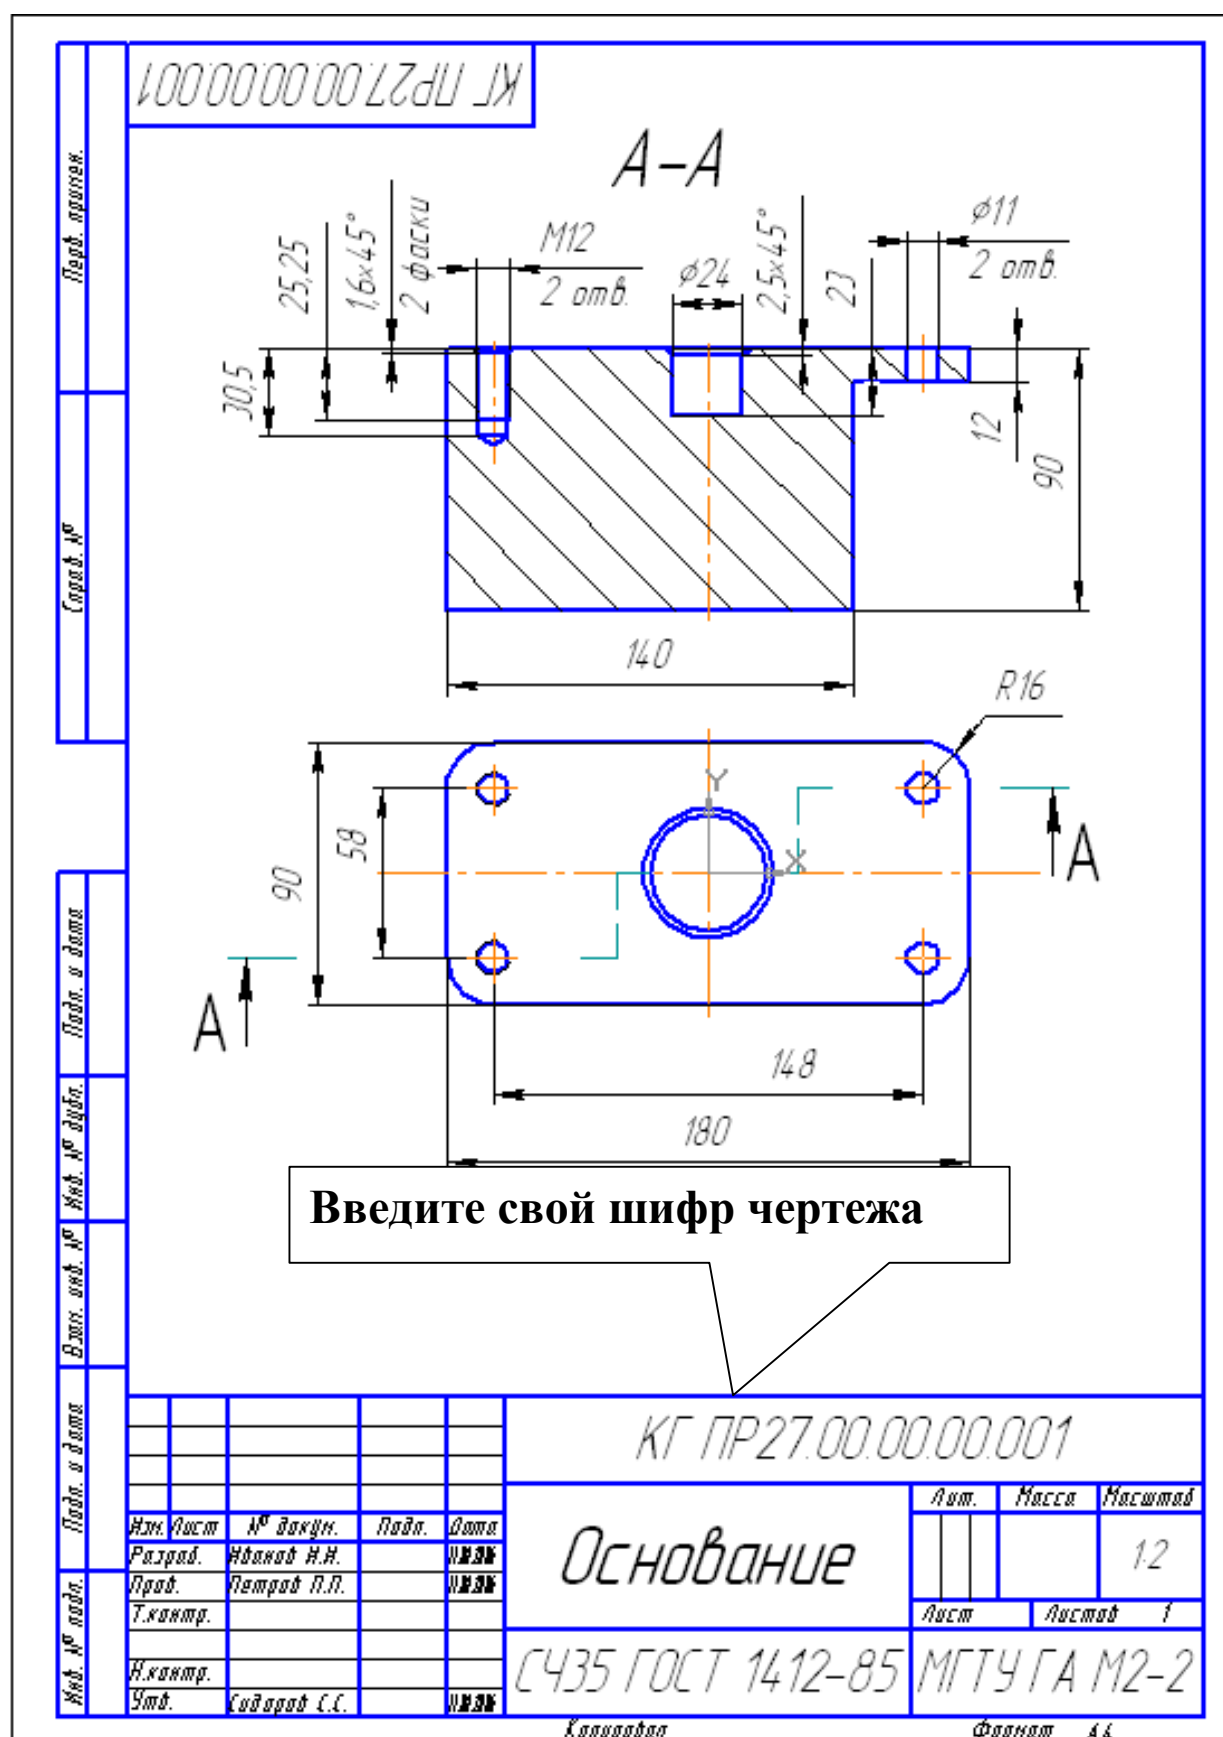
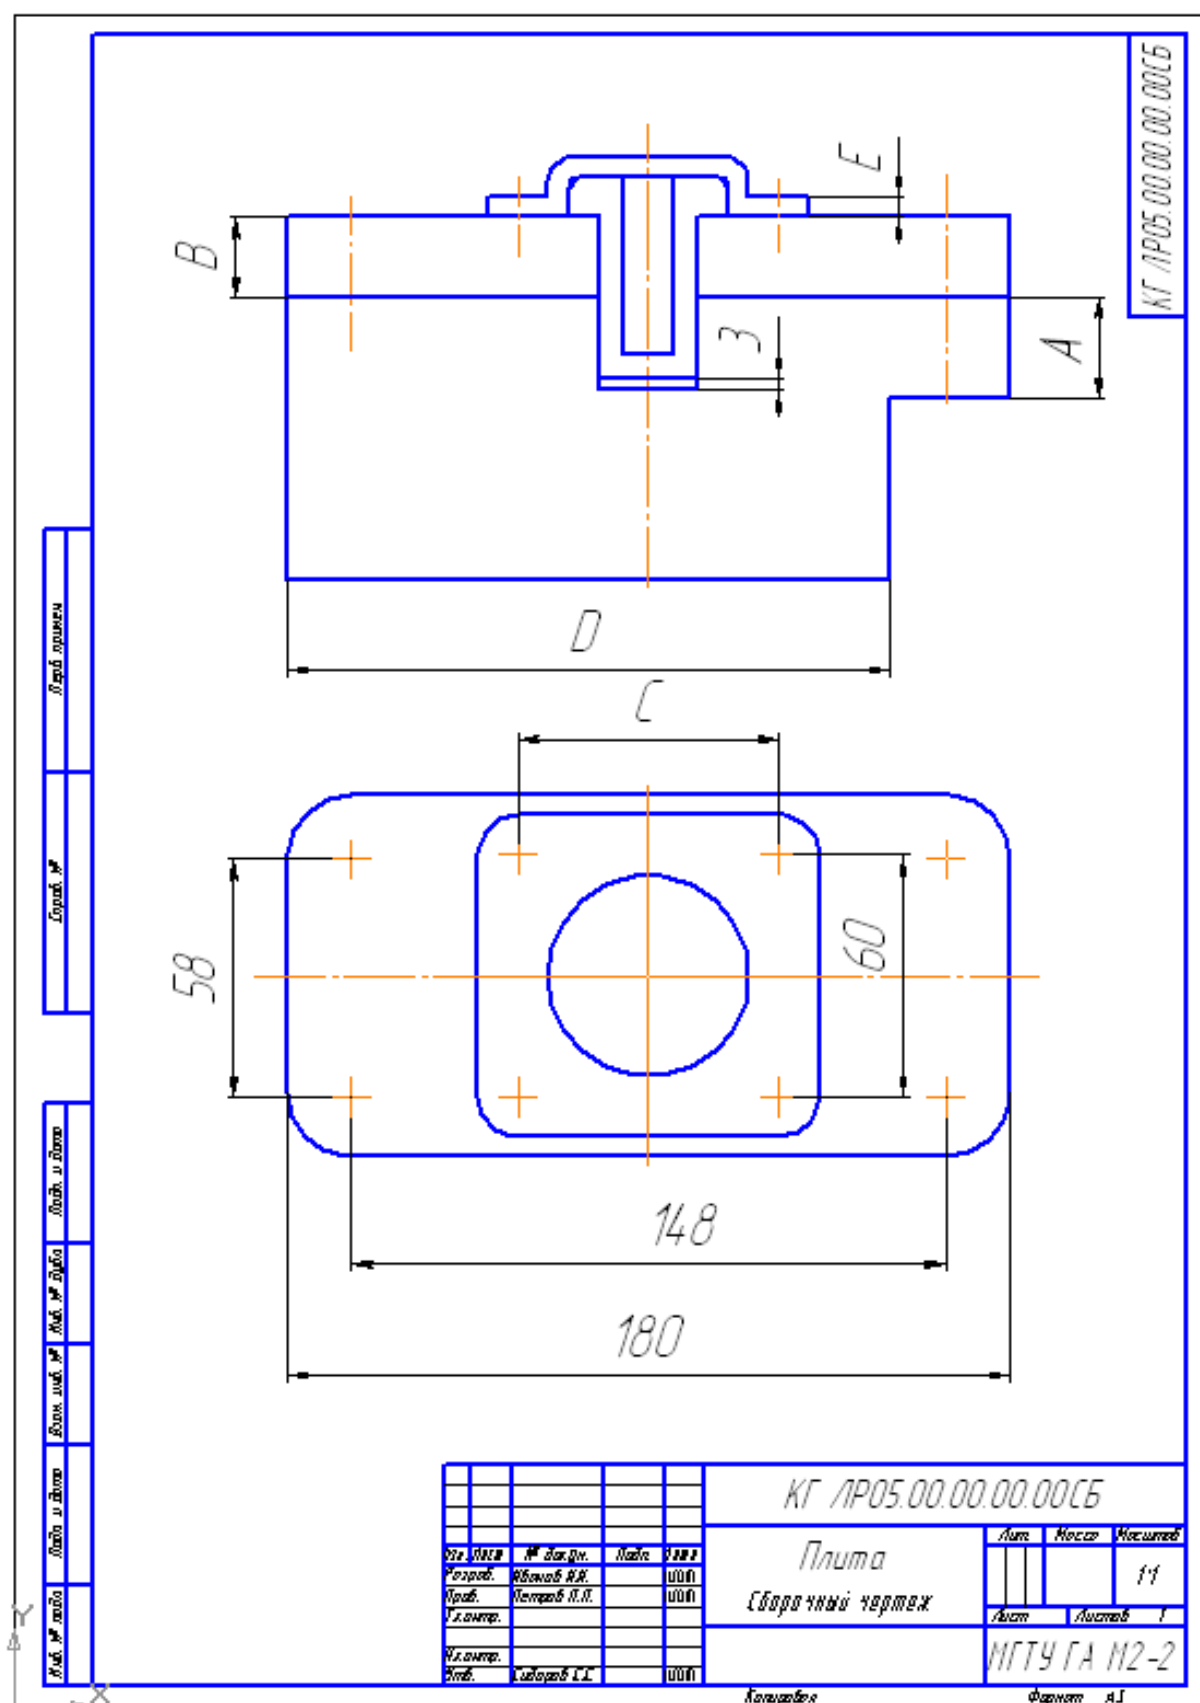
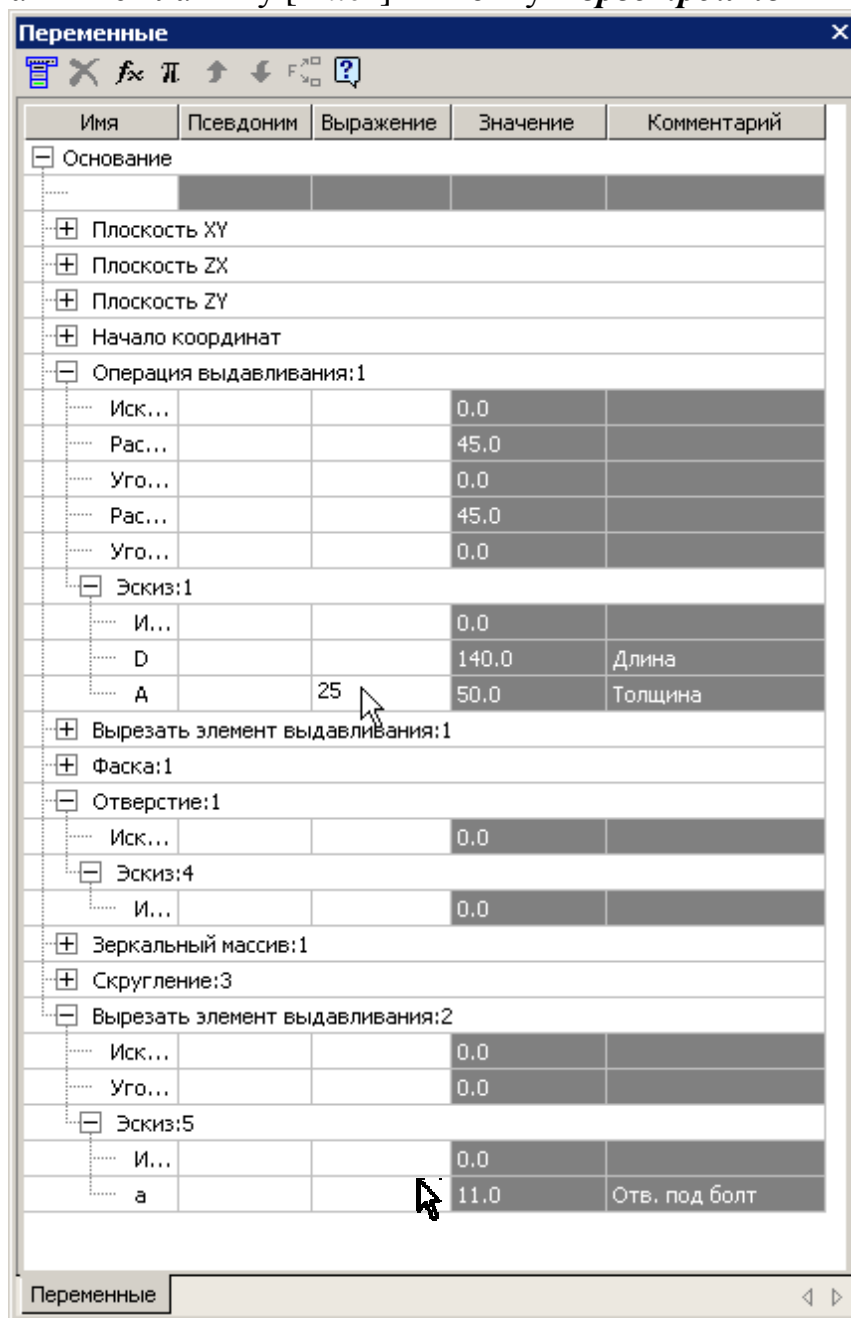

Рис. 40
Рис. 71
Рис. 75
1. Скопируйте заготовку сборочного чертежа, рис. 39, и сохраните чертеж под именем: КГ ПР27.01.02.03.000 СБ, где «01» – № группы, «02» – № подгруппы, «03» – № компьютера (табл.1). Скопируйте чертежи деталей (рис. 40 – 42) и сохраните чертежи под соответствующими именами, табл.1. **Измените обозначения в основных надписях скопированных чертежей.**
Данные для построения выбрать из табл. 3, табл. 4, рис. 71.
Скопируйте заготовку сборочного чертежа, рис. 71, и сохраните чертеж под именем: КГ ЛР05.01.02.03.000 СБ, где «01» – № группы, «02» – № подгруппы, «03» – № варианта. Скопируйте чертежи деталей (рис. 40 – 42) и сохраните чертежи под соответствующими именами, табл.2.
- Откройте модель детали «Основание» и нажмите кнопку **Переменные**  на панели **Стандартная**.³ В открывшемся окне раскройте: **Операция выдавливания 1 – Эскиз 1**. В данной детали значение толщины «А» (переменная А) (рис. 71) равно 50 мм, а должно быть «25». Чтобы изменить значение толщины установите курсор в графу «Выражение» и введите значение «25», рис. 75. Нажмите клавишу [Enter] и кнопку **Перестроить**  (или F5).
Если необходимо изменить диаметр отверстий под болт, измените значение переменной a в команде **Вырезать элемент выдавливания 2**, рис. 75. Закройте окно **Переменные**. Проверьте параметры отверстий под шпильку с учетом материала детали «Основание» и диаметра шпильки. Если необходимо их изменить, отредактируйте операцию **Отверстие 1**. Отредактируйте свойства детали (обозначение, наименование, материал).